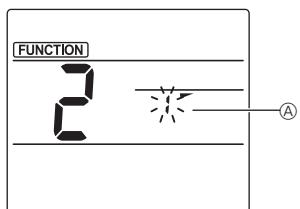

Fig. 3-2
- ② Selezione del numero di deflettori (Fig. 3-2)